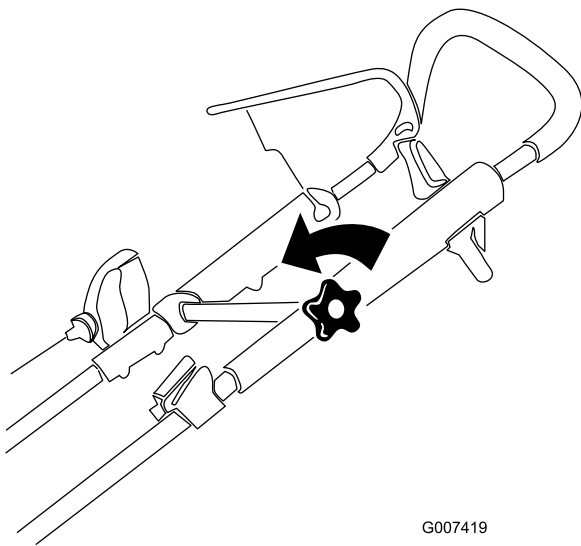

Bild 18
1. Lösen Sie das Handrad des oberen Bügels (Bild 18).